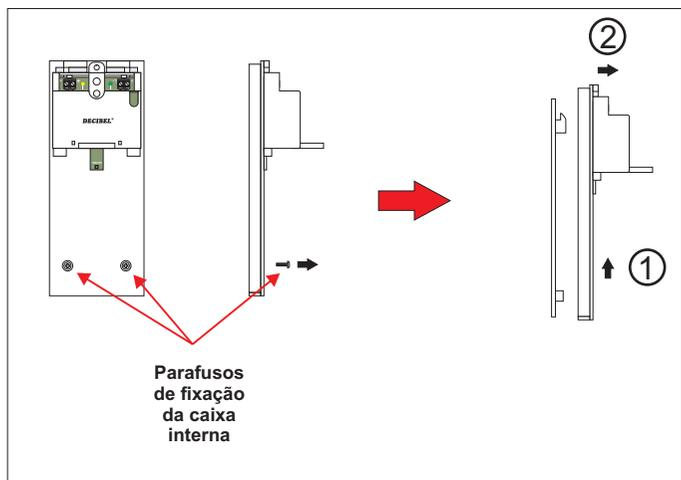

Figura 3
- Solte os dois parafusos de fixação do Suporte da Placa e desencaixe-o deslizando-o para cima e puxando-o (Figura 3);